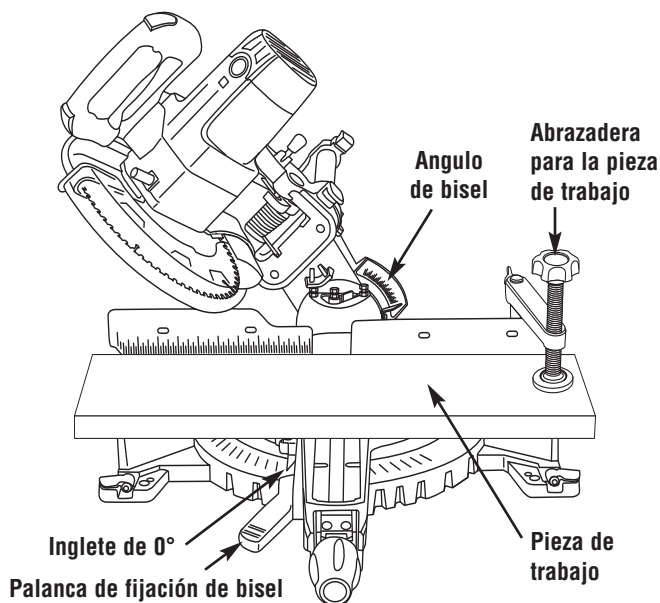

Figura 29. Corte en bisel
1. Para aflojar, suba la palanca de fijación de bisel. Incline el ensamblaje del cabezal hasta el ángulo de bisel deseado. Apriete la palanca de fijación de bisel (Figura 29).